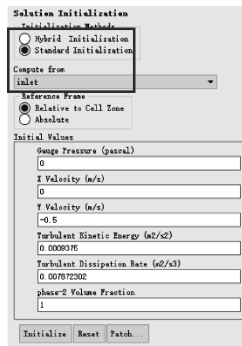

图 11-21 初始化
(1) 单击 Ribbon 功能区【Solving】→【Initialization】→【Standard】→【Options...】→【Compute from】= inlet，其他参数默认，单击【Initialize】初始化，如图 11-21 所示。